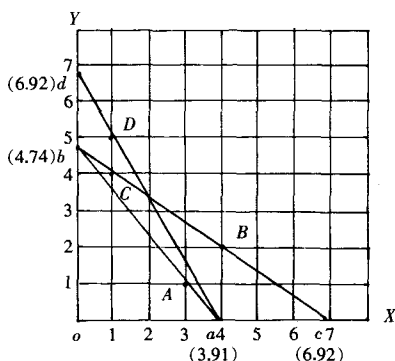

图1 优化下料做法示意
4. 在 oy 边上, 在1.30m下料根数6.92根处, 标示点 d , 连结 ad , 在三角形 oda 中, D点为最佳取值, 那么, 一根9m长钢筋, 可以下1根2.3m和5根1.3m的料, 余0.2m, 见图1。